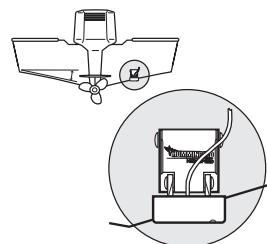

Рис.2: установка излучателя на транце
* Правильно установленный излучатель должен быть направлен вертикально вниз. Конструкция излучателя обеспечивает его установку на наклоненных под различными углами днищах с тем, чтобы обеспечить возможность опускания в крайнее нижнее положение вертикально вниз (рис.2).